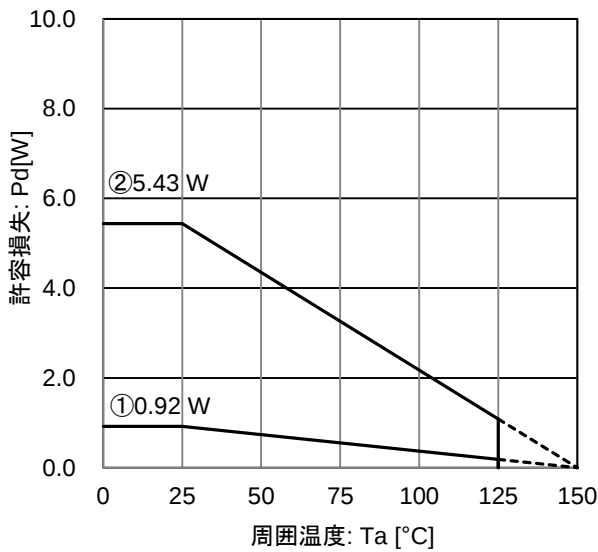

Figure 73. TO252-3 パッケージ許容損失データ
Ta=25°C 以上でご使用になる場合は Figure 73~77 のパッケージ許容損失データを参考にしてください。
Figure 73~77 はパッケージ TO252-3、TO252-5、HRP5、TO263-3(F)、TO263-5 のパッケージ許容損失データです。周囲温度 Ta が常温 (25°C) であっても、チップ (接合部) 温度 Tj はかなり高温になっていることがありますので、ご使用の際は許容損失 Pd 内で IC を動作させてください。
$\left(\begin{array}{l} \text{Figure 73、74 } \textcircled{2} \theta_{ja} = 23^\circ \text{C/W} \rightarrow -43.5 \text{ mW}/^\circ \text{C} \\ 25^\circ \text{C} = 5.43 \text{ W} \rightarrow 85^\circ \text{C} = 2.824 \text{ W} \end{array} \right)$
Ta=85°C の時、それぞれ Figure 73~77 ②の条件で入出力電位差が 8.5V までであれば、